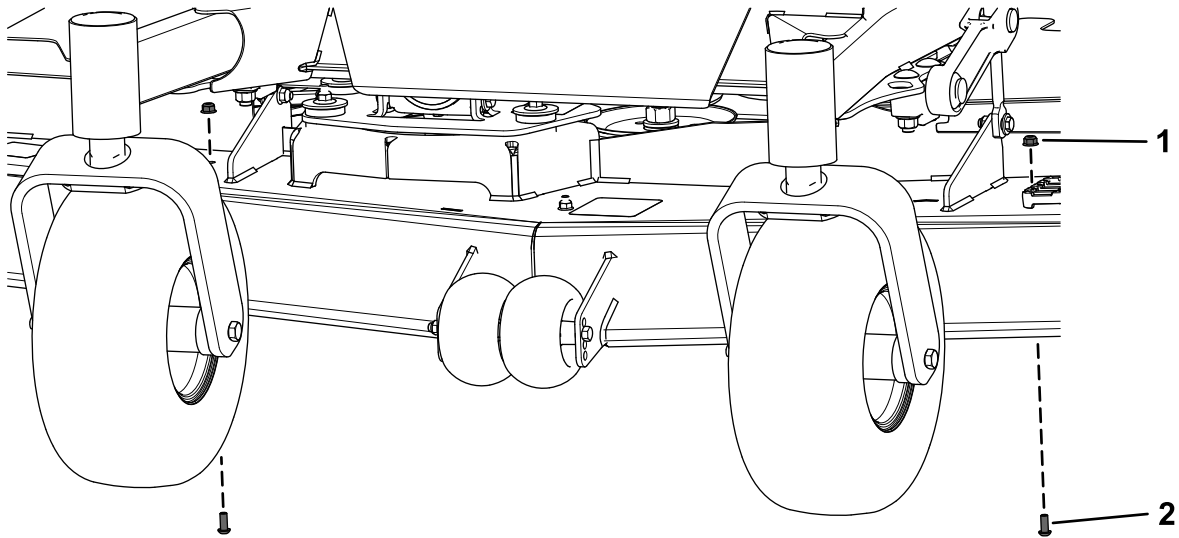

Figura 14
2. Retire los 2 pernos de cabeza de botón (5/16" x 3/4") y las 2 tuercas con arandela prensada (5/16") de la parte delantera de la carcasa de corte (**Figura 14**).